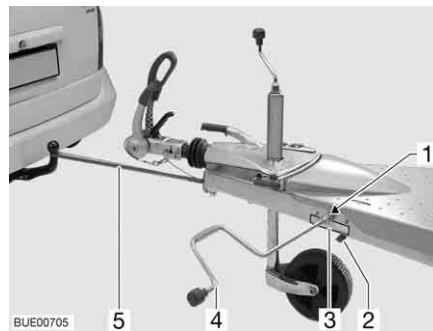

Bild 5 Ankuppelhilfe Easy-Pull
- Den Sperrhebel (Bild 5,2) in Offenstellung bringen.
- Das Gurtband mit Haken (Bild 5,5) nach vorne herausziehen, um den Kugelhals der Anhängerkupplung des Zugfahrzeugs legen und arretieren.
- Den Sperrhebel (Bild 5,2) in Schließstellung bringen.
- Die Kurbel für die Kurbelstützen des Caravans (Bild 5,4) auf den Sechskant (Bild 5,1) der Kurbelvorrichtung stecken und drehen. Dabei die Drehrichtung gemäß Aufkleber (Bild 5,3) beachten.